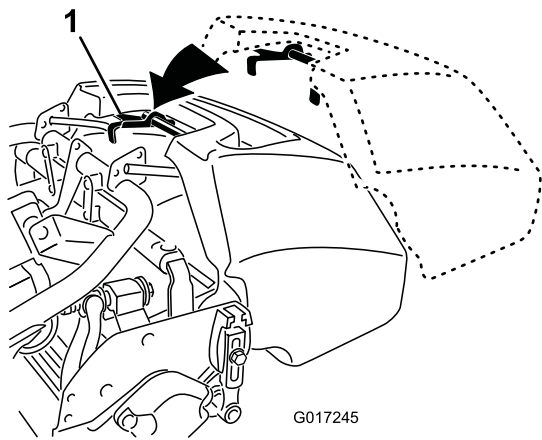

Figura 19
1. Afferrate il cesto dalla stegola (Figura 19).
2. Guidate il coperchio del cesto tra le piastre laterali dell'apparato di taglio e sopra il rullo anteriore (Figura 19).
3. Installate i ganci del cesto sull'anello del telaio (Figura 19).